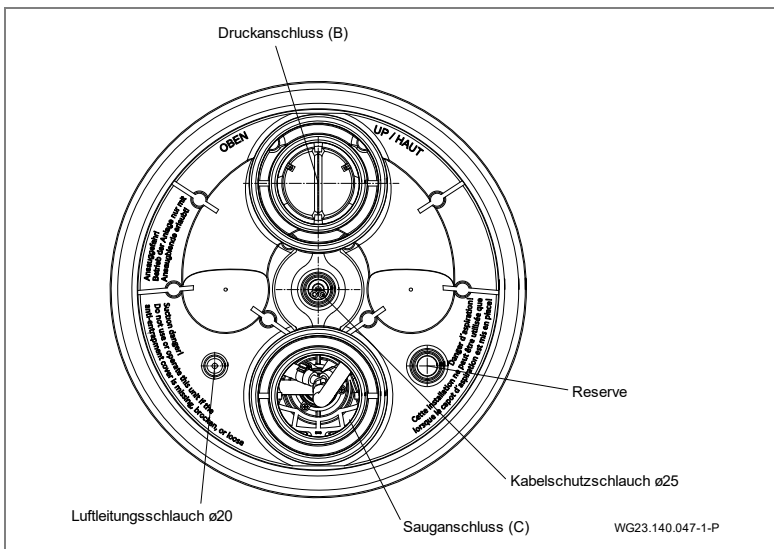

Abb. 16
1. Einkleben des Kabelschutzschlauches und des äußeren Luftleitungsschlauches. (Abb. 16)